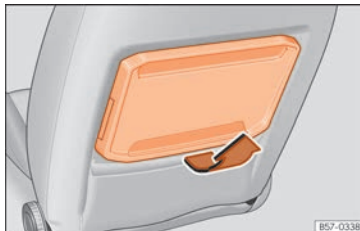

Abb. 136 Vordersitz links: Klapptisch.
- Ziehen Sie den Tisch in Pfeilrichtung nach oben, bis er einrastet » Abb. 136.